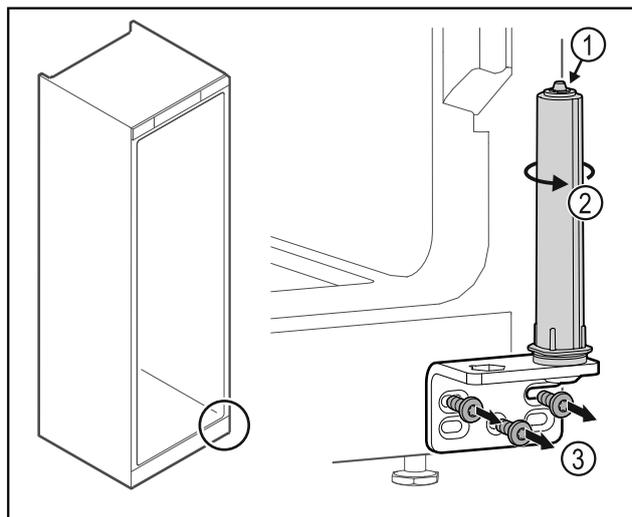

Fig. 34
- ▶ Nerozoberajte systém zatvárania dverí Fig. 34 (1).
- ▶ Otáčajte systém zatvárania Fig. 34 (2), kým nezacvakne.
- ▶ Odskrutkujte uholník závesu Fig. 34 (3).